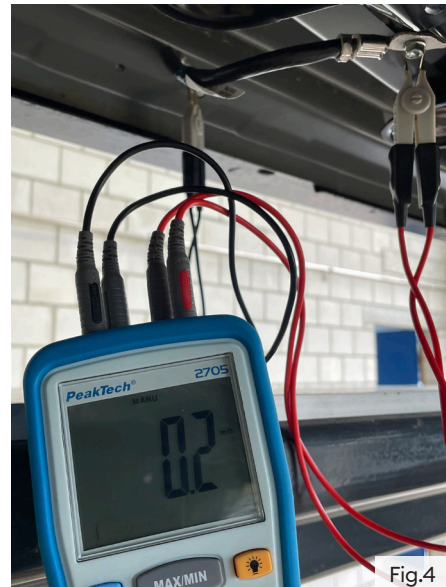

Fig. 4
L'equalizzazione del potenziale (EP) avviene quando c'è una tensione diversa in due punti e questi due punti sono collegati ad un conduttore elettrico. Se c'è una carenza di elettroni, si crea un potenziale positivo; se c'è un eccesso di elettroni, un potenziale negativo. Con i componenti ad alta tensione, il collegamento equipotenziale può avvenire tramite linee elettriche e/o tramite la carrozzeria del veicolo. La resistenza della linea equipotenziale deve soddisfare la norma "ECE 100 per veicoli ad alimentazione elettrica". Il valore deve quindi essere inferiore a 100 mΩ. Alcune case automobilistiche specificano un valore inferiore a 10 mΩ. Tuttavia, molto spesso è anche più piccolo, ad esempio 0,2 mΩ (Fig. 4).
di contatto sulle superfici di montaggio del capocorda e le connessioni a "crimpare" del conduttore sono incluse nella misurazione. Per ottenere una precisione assoluta, è necessario utilizzare una misurazione indiretta della resistenza. Una misurazione a 4 fili (Fig. 4, 5) è quindi la soluzione migliore.